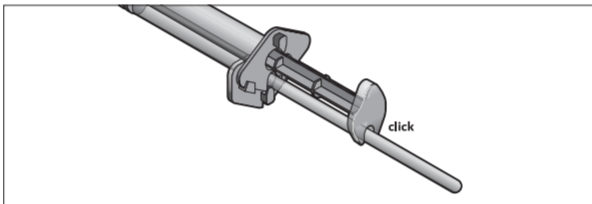

Fig. 03
4. Den Kolben der Katalysator-Spritze in die Aussparung der Druckplatte der Basis-Spritze drücken (Fig. 03).